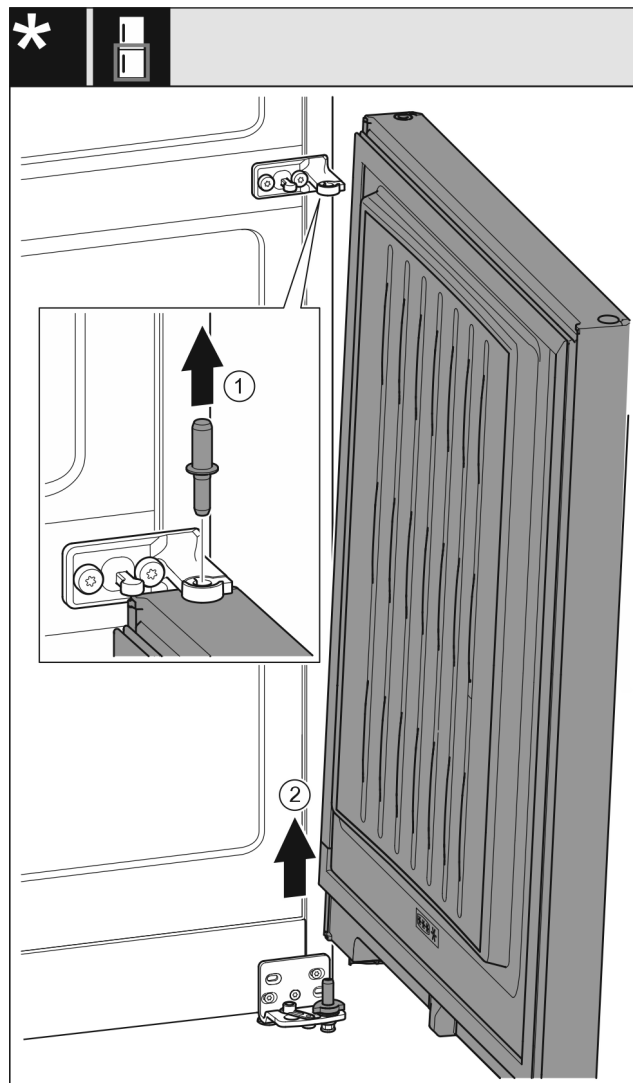

Fig. 9
- ▶ Wyjąć sworznie Fig. 9 (1) w górę.
- ▶ Wyjąć drzwi Fig. 9 (2) pociągając w górę, a następnie odstawić z boku.